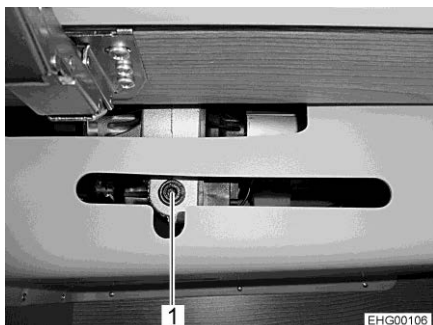

Fig. 80 Accesso all'azionamento
- Se l'attacco (Fig. 80,1) per l'azionamento è montato nell'armadietto pensile: Aprire l'armadietto pensile.
- Inserire nell'alloggiamento del motore (Fig. 80,1) la manovella a disposizione o una chiave esagonale.